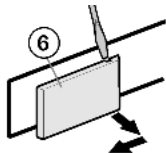

Fig. 6
- Détacher le cache côté poignée Fig. 6 (6) à l'aide d'un tournevis, puis le retirer en le tirant vers l'extérieur.